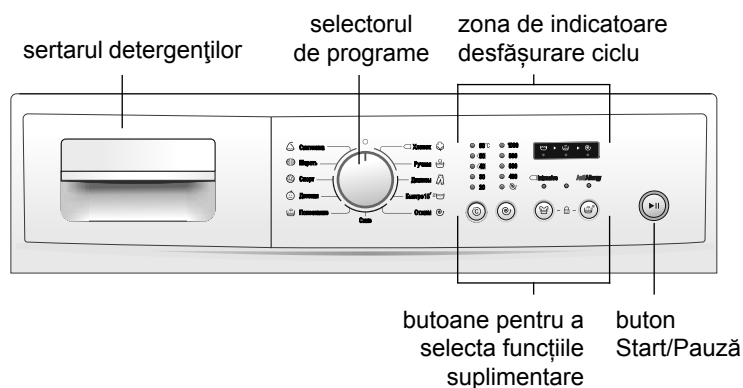

Figura 1 — Panou de comandă
**1.1.1** Organele de comandă a mașinii de spălat se află pe panoul de comandă cum se arată în figura 1.